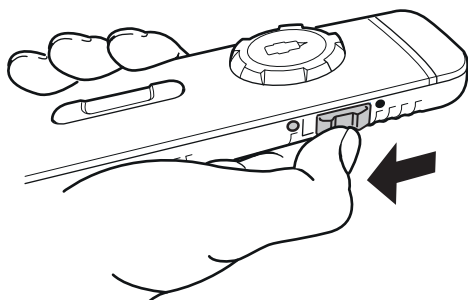

Fig. 26
- Per spegnere il telecomando, spingere l'interruttore a scorrimento laterale verso il basso (Fig. 26).